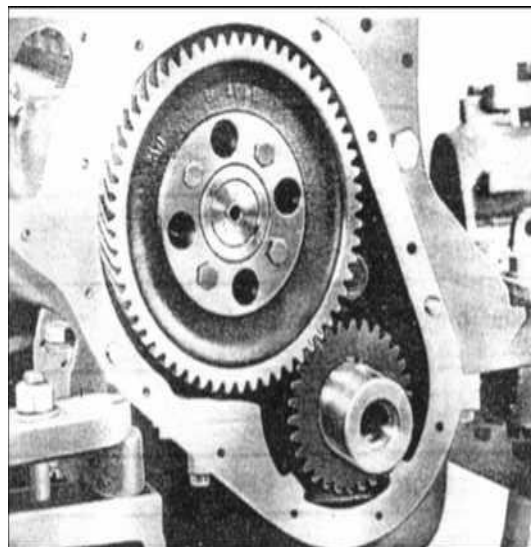

РИС. 98
2) Выверните отверстия упорной плиты шестерни распределительного вала и соответствующие резьбовые отверстия в блоке (рис. 98). Вставьте монтажные болты распределительного вала и затяните их до момента затяжки 3,5 кг-м .